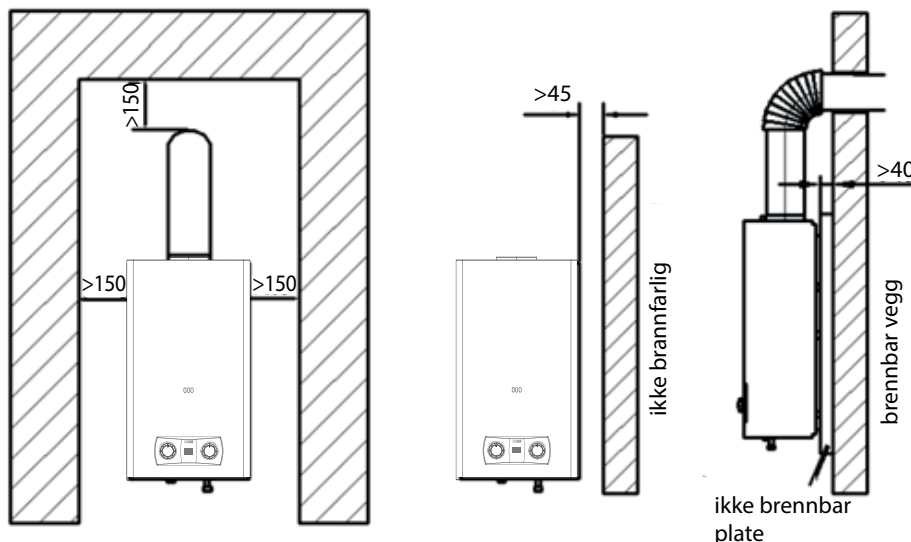

Fig.9
- Vinduet for inspeksjon av flammen på apparatet skal befinne seg i øyehøyde cirka 1,55 m - 1,65 m over gulvet. (Fig. 8). Apparatet må holde en bestemt avstand til andre gjenstander, uavhengig om de er brennbare eller flammehemmende i tilfelle av brann (Fig. 9).